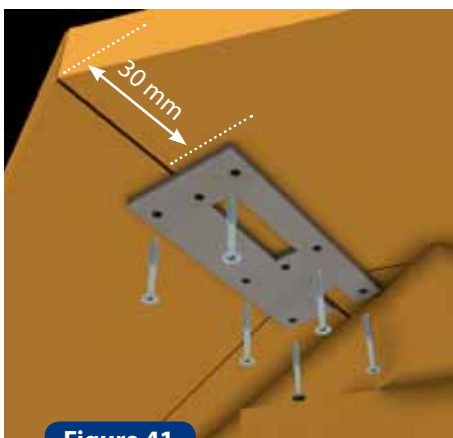

Figure 41
- Lorsque toutes les margelles sont réglées, procédez au vissage en commençant par seulement un point au centre des margelles. Puis retirez les plaques dans les angles pour les fixer à l'aide de vis inox Ø 5 x 30 mm par le dessous (figure 41).